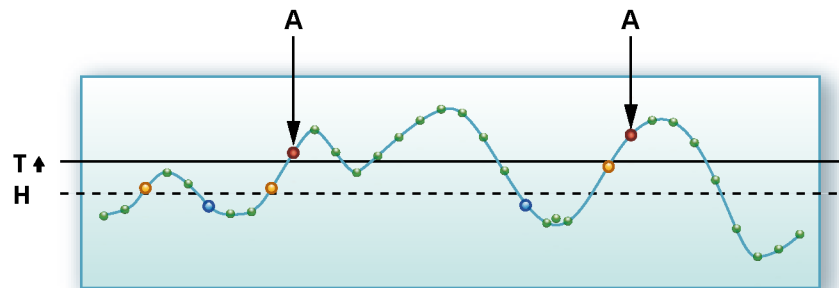

Abbildung B.4: Triggerniveau-Hysteresis
Abbildung B.4 zeigt den Einfluss der Hysterese. Der Unterschied besteht darin, dass ein zweites Niveau (H) zur Aktivierung des Niveautriggerdetektors verwendet wird. Mit anderen Worten, das Triggerniveau wurde auf einen Triggerbereich, der sich über mehrere Niveaus erstreckt, erweitert.